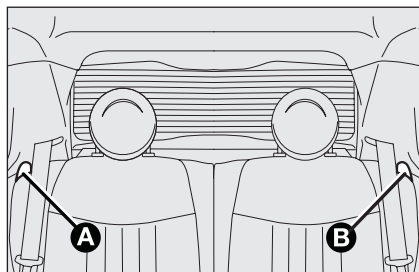

fig. 49
- ☐ actionner les leviers **A** ou **B**-fig. 49 pour débloquer respectivement la partie gauche ou droite du dossier et replier le dossier sur le coussin.
- ☐ actionner les leviers **A** et **B**-fig. 49 pour débloquer les dossiers et les replier sur les coussins.